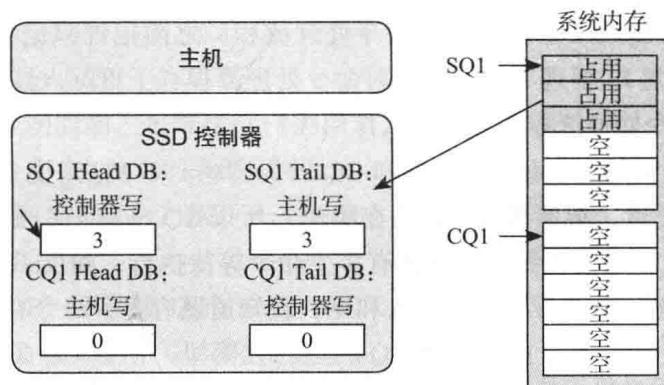

图 6-16 SSD 取走三个命令
3) SSD 控制器收到通知后，于是派人去 SQ1 把 3 个命令都取回来执行。SSD 把 SQ1 的三个命令都消费了，SQ1 的 Head 从而也调整为 3，SSD 控制器会把这个 Head 值写入本地的 SQ1 Head DB 寄存器，如图 6-16 所示。